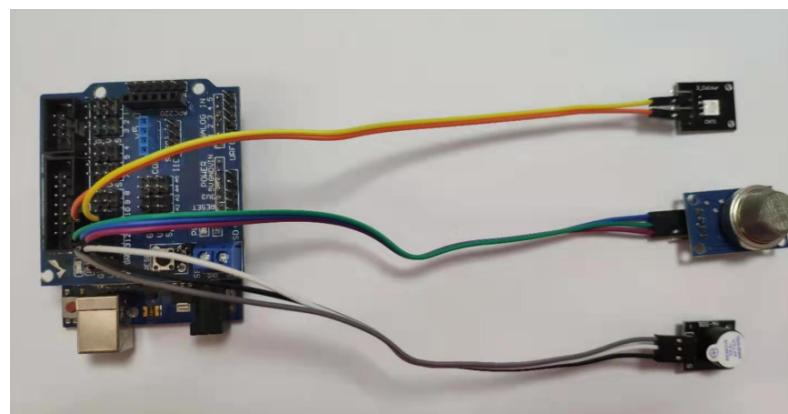

图 32.2: 实验接线图
- (1) 按照如图32.2所示的方式完成接线；
- (2) 打开 Arduino IDE，输入程序；
- (3) 检查无误后上传程序；
- (4) 将 MQ-2 烟雾传感器模块倒置，用打火机在其下方打火（注意保持适当距离，防止烧坏模块），观察 LED 灯和蜂鸣器的变化。